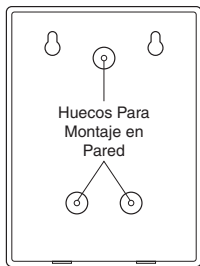

Figura 6 - Montaje del tornillo
- Use los orificios de la campana como plantilla (vea la Figura 6). Taladre un orificio guía de 5.5 mm (7/32 pulgadas) de diámetro para las 3 anclas de pared (provistas) e inserte las anclas.